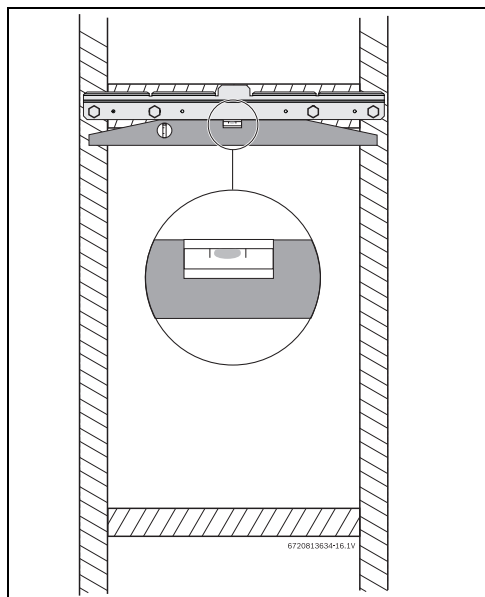

Fig. 8 Mise à niveau du support de montage mural
- Fixer le support de montage mural fourni avec le chauffe-eau à une surface murale. Le chauffe-eau doit être installé de niveau sur la surface murale, voir fig. 8, page 19.